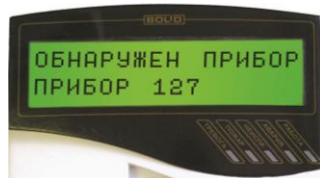

Рисунок 5
5.5.4 В течение 1 мин после включения питания пульт должен показать сообщение об обнаружении устройства с сетевым адресом, соответствующим текущему адресу блока (заводской адрес блока – 127). На рис. 5 представлен индикатор пульта «С2000М» с соответствующим сообщением.